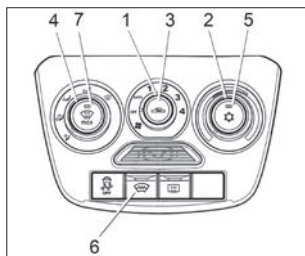

Рис. 39. Блок управления климатической системой (в вариантном исполнении)
В вариантном исполнении (см. рис. 39) климатическая установка имеет дополнительный режим кондиционирования, обеспечивающий охлаждение воздуха, подаваемого в салон автомобиля. При этом логика и алгоритмы управления, описанные выше для системы вентиляции и отопления, верны и для климатической установки с кондиционером.
2. Включите вентилятор, установив **рукоятку 1** (см. рис. 39) в одно из положений «1», «2», «3» или «4».
Для установки желаемой температуры воздуха в салоне поверните **рукоятку 2** (см. рис. 39) по часовой стрелке для повышения, против часовой стрелки для понижения. Температура будет поддерживаться автоматически в пределах производительности климатической установки и установленного допуска.
2. Поверните **рукоятку 2** (см. рис. 39) против часовой стрелки в левое положение до упора (синяя точка на блоке управления).
4. **Рукояткой 1** (см. рис. 39) включите максимальную скорость вентилятора климатической установки (положение «4»).
С помощью **рукоятки 2** (см. рис. 39) можно установить желаемую температуру воздуха в салоне. Климатическая система будет автоматически поддерживать установленную температуру воздуха в салоне в пределах производительности климатической установки и установленного допуска.
Для очистки ветрового и передних боковых стекол от запотевания, обмерзания или наружного обледенения в автоматическом режиме установите **рукоятку 1** управления вентилятором климатической системы в положение «АУТО», нажмите **кнопку 7** (см. рис. 39) с символом  max. Климатическая система автоматически:
Для включения/выключения ЭОВС нажмите **кнопку 6** (см. рис. 39), при включении загорается индикатор на кнопке выключателя. Контрольный световой индикатор, расположенный на кнопке выключателя, будет светиться желтым светом в течение всего времени работы системы электро-